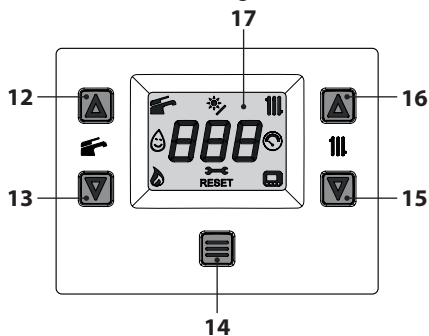
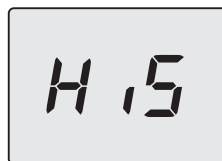
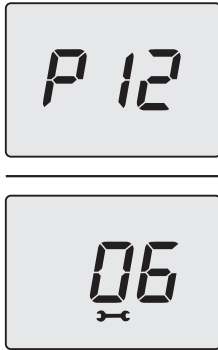

Figura 5.43
Figura 5.44
Figura 5.47
- Entrare in "modalità programmazione" premendo contemporaneamente per 5 secondi i tasti 13 e 15 (Figura 5.43) fino a far apparire sul display LCD le lettere **HiS** che indicano il menu "Storico delle caldaie" (Figura 5.44).
- Premere per 1 sec. il tasto 14 (Figura 5.43) per entrare nel parametro selezionato. Il display visualizzerà quanto segue (Figura 5.47).
- Premendo il tasto 14 (Figura 5.43) si ottiene la conferma del valore inserito. Il display visualizzerà per 5 sec. quanto segue (Figura 5.48) poi, si porterà al livello superiore.
- Premendo contemporaneamente i tasti 13 e 15 (Figura 5.43) si esce senza modificare il valore (ritorno al livello precedente).
- tenere premuti contemporaneamente i tasti 13 e 15 per 5 sec. (Figura 5.43) (ritorno al livello precedente).